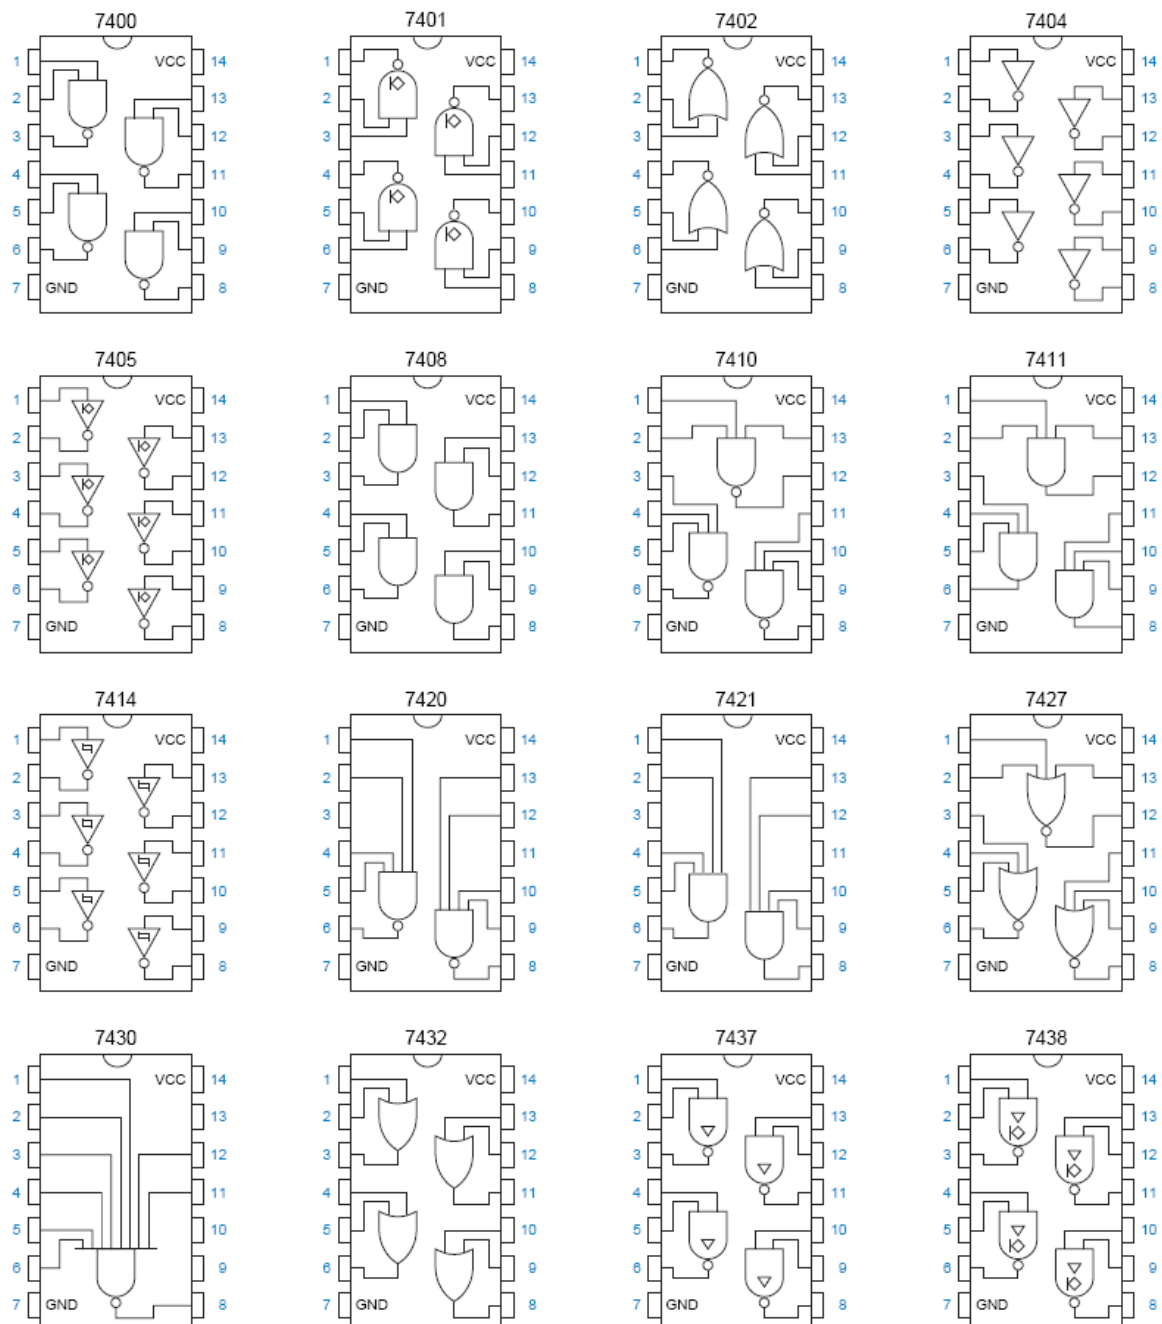

Figura 2 - *Pinout* de alguns dos integrados TTL mais utilizados.
A Figura 2 apresenta o *pinout* de alguns dos integrados da família TTL mais utilizados. Esses integrados contêm apenas elementos digitais básicos (portas lógicas), existindo outros integrados com elementos mais complexos.
A Figura 3 apresenta uma porta lógica OR com 2 entradas (X e Y) e uma saída (Z). Como mostra a Figura 2, o circuito integrado 7432 contém 4 portas OR de 2 entradas, pelo que pode utilizar qualquer uma à escolha para efetuar a montagem.